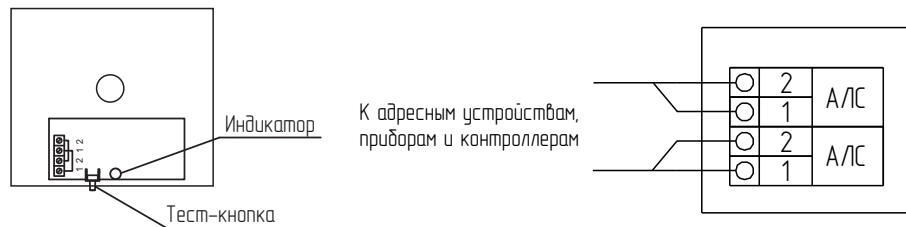

Рисунок 2
6.9 Подключить провода АЛС к клеммной колодке (Рисунок 2). УДП подключается к прибору при помощи двухпроводной АЛС с номинальным сечением проводов от 0,35 до 1,5 мм2.